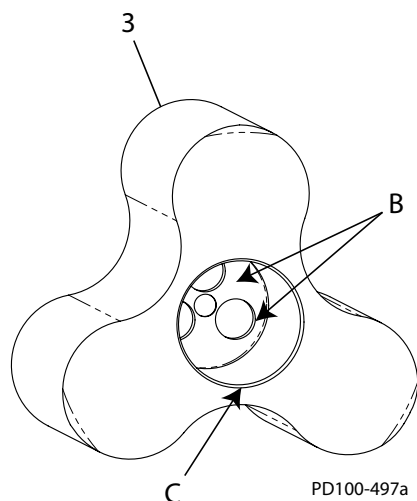

Figura 55 - Schița rotorului
1. Calibrul axului rotoarelor (Figura 55, articol 3) trebuie să fie curat și fără creștături și reziduuri (Figura 55, articol B). Canelura marginii (articolul C) trebuie să nu aibă creștături pentru a preveni deteriorarea inelelor-o.